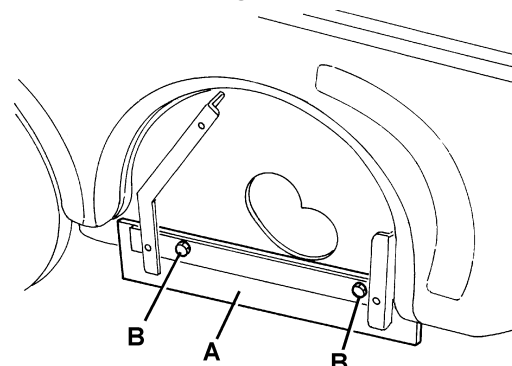

Figure 20
9. Enlever la courroie (57) du balai central de la poulie (61) ; pour faciliter l'opération, tourner la poulie (61) en agissant manuellement sur le ventilateur (64).
10. Enlever les vis (25), puis enlever le couvercle droit (24) avec la courroie (57).
11. Régler la hauteur du volet (A, Fig. 20) en utilisant ses orifices oblongs (B).